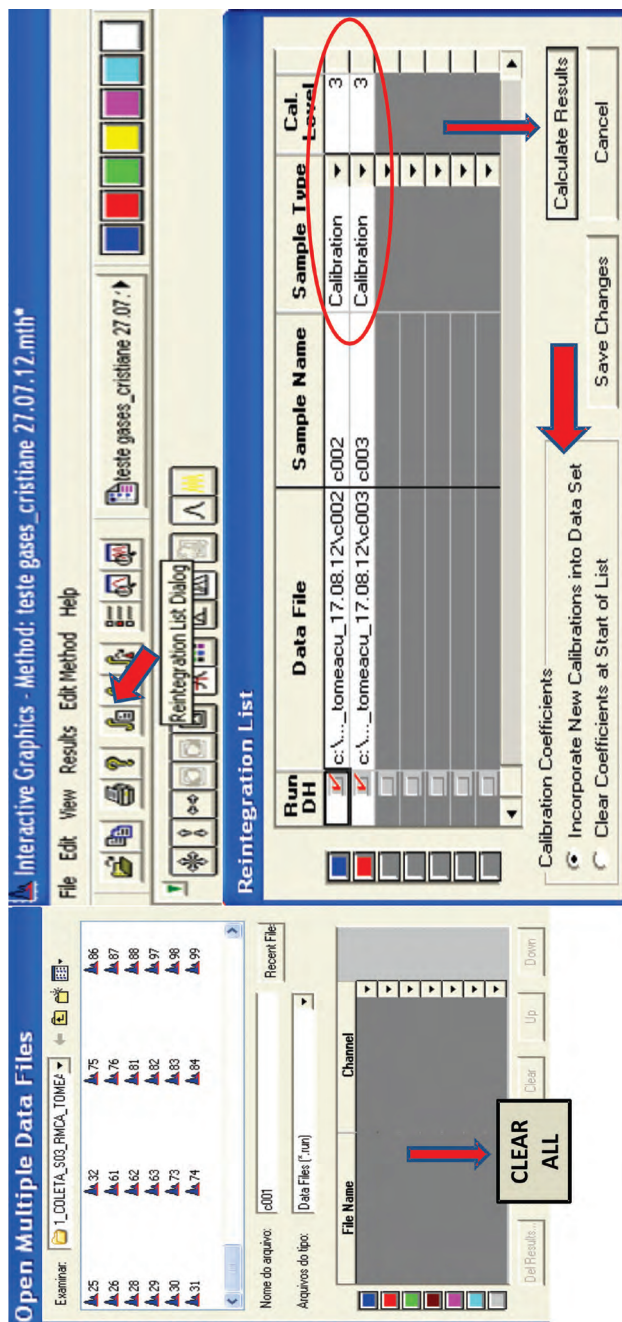

Figura 22. Comandos diferenciados para incorporação de pontos na curva de calibração.
- **Incorporar** os dois pontos restantes para completar a curva de calibração. Para acrescentar os dois pontos restantes, devem-se repetir os procedimentos do segundo tópico **Calibração da curva padrão** (Integração dos cromatogramas dos padrões analíticos). Na **view Open Mutiples Data Files**, clicar em **Clear All**, selecionar os padrões restantes e continuar conforme os procedimentos do segundo tópico. Em seguida, efetuar a repetição do terceiro tópico da **Calibração da curva padrão** → **view Reintegration List Dialog**; clicar em **calibration coefficients**, selecionar **Incorporate New Calibrations Into Data Set** e continuar conforme os procedimentos do terceiro tópico (Figura 22).